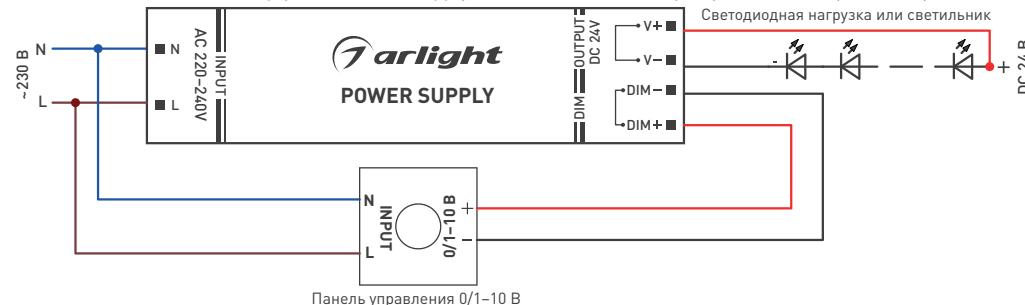

Рис. 2. Пример подключения панели управления 0/1-10 В к источнику питания
- 3.8. Подключите внешнюю панель с управлением 0/1-10 В к клеммам управления источника питания со стороны **DIM** согласно схеме, поставляемой с панелью, строго соблюдая полярность: «+» на выходе панели управления — к выходу управления источника **DIM+**, «-» на выходе панели управления — к выходу управления источника **DIM-**. [пример подключения приведен на рис. 2].